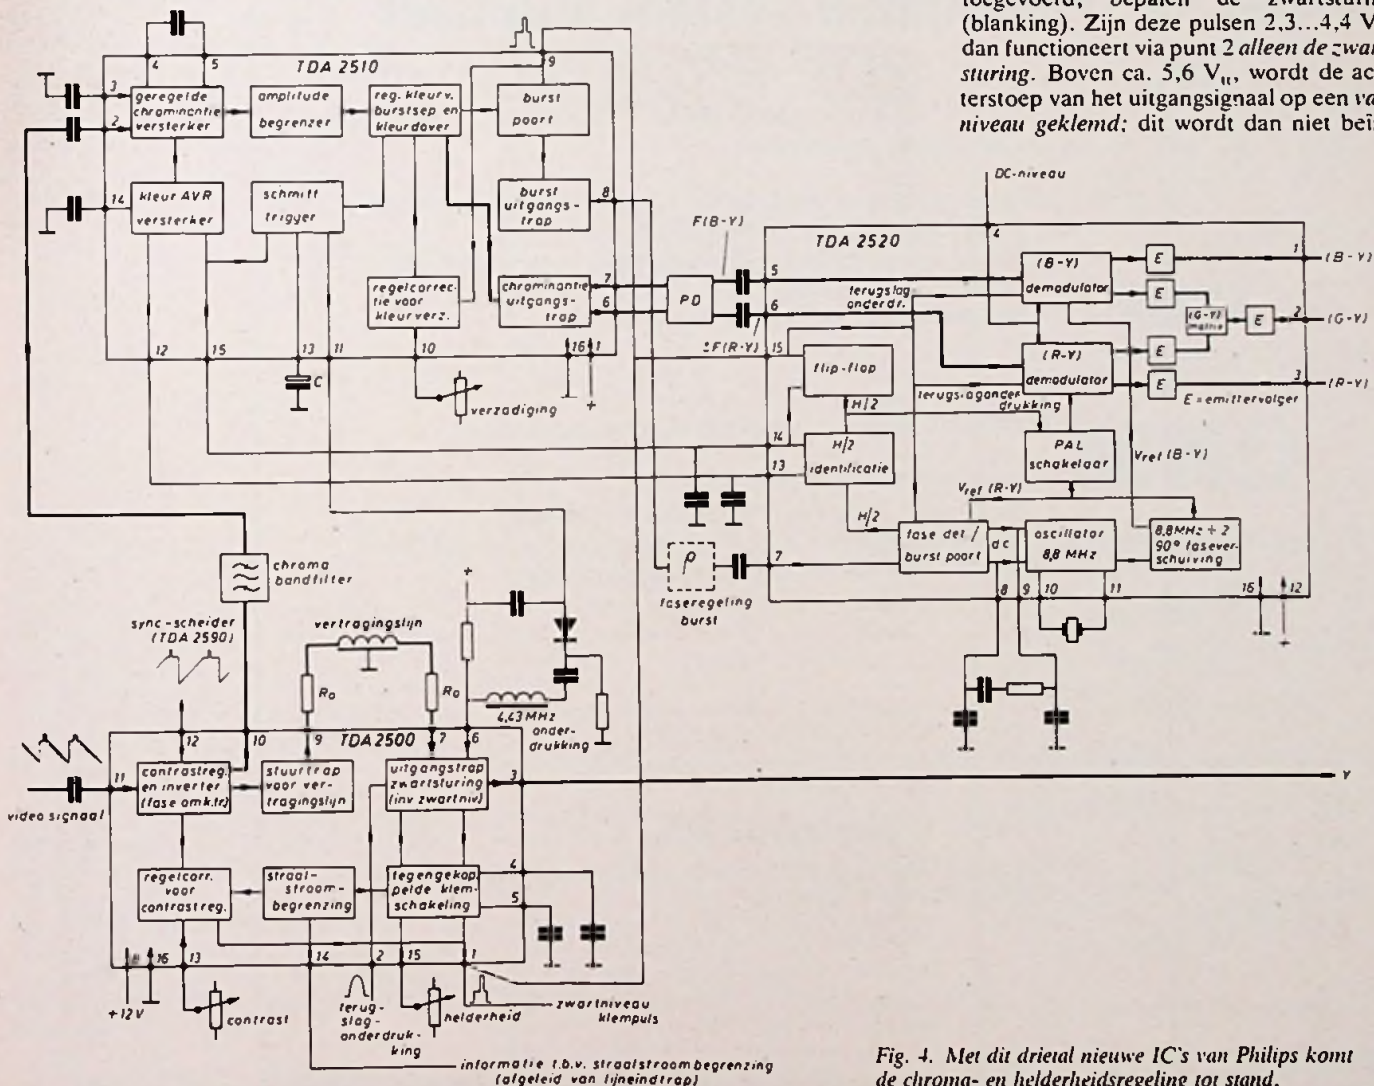

Fig. 4. Met dit drietal nieuwe IC's van Philips komt de chroma- en helderheidsregeling tot stand.
In fig. 4 zijn deze IC's, die technisch zéér interessant zijn, op een vereenvoudigde wijze gekoppeld. In de beschrijving zullen we daarom vooral de verschillen met de conventionele signaalverwerking naar voren brengen.
In fig. 4 is geen afregeling voor fase-instelling van de hulpdraaggolfoscillator opgenomen. Wij nemen aan, dat deze komt tussen punt 8 van de TDA2510 en punt 7 van de TDA2520. De fase van de burst is dan instelbaar. Door de exacte koppeling via de PLL, houdt dan de fase van de oscillator gelijke tred met die van de burst. Tussen de synchroonmodulatoren en emittervolgers (E), zijn kleine capaciteiten (tegen massa) meegeïntegreerd, die de 4,43 MHz draaggolfrestanten uitfilteren. Externe filtercomponenten aan de uitgangen 1, 2 en 3 zijn dus overbodig geworden. De maximale uitgangspanningen op deze punten zijn resp. 3, 1,35 en 2,4 Vcc.